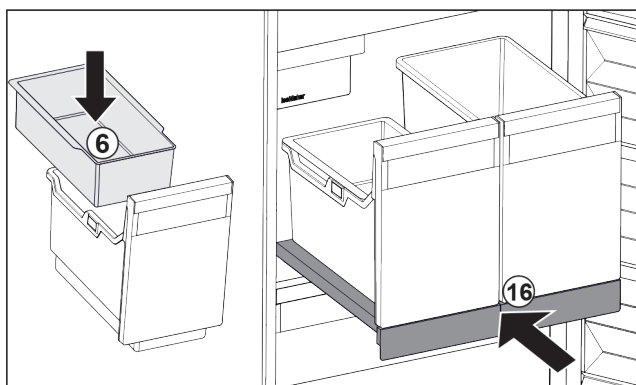

Fig. 107
- ▶ Introduceți tava suspendată Fig. 107 (6) pentru cuburi de gheață.
- ▶ Inșerați raftul extractibil cu recipientele (IceTower). Fig. 107 (16)